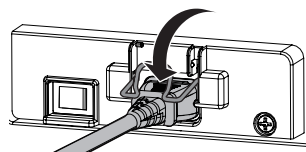

Figura 3
- 3) Baje el soporte del cable de alimentación. (Figura 3)